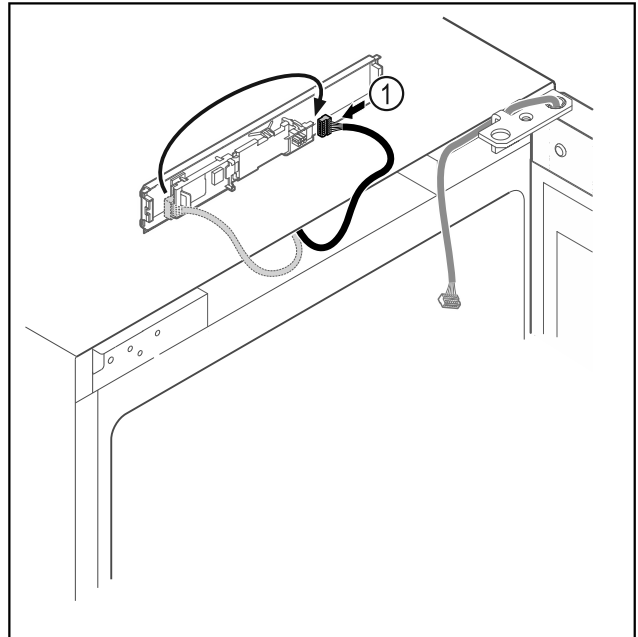

Fig. 13
- ▶ Dugja át a dugót Fig. 13 (1) a NYÁK-ba.